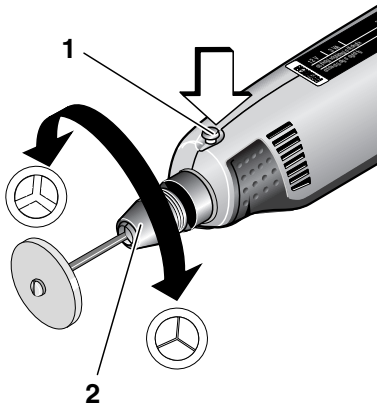

Fig. 2
Arretierknopf 1 (Fig.2) niemals
1. Bohrfutter 2 (Fig. 2) leicht drehen und dabei gleichzeitig den Arretierknopf (1) drücken, bis dieser einrastet.